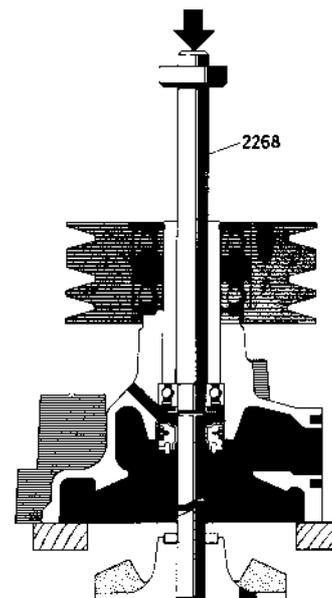

Fig. 89. Démontage de la turbine, des roulements et de la bague d'étanchéité.
3. Poser la pompe comme indiqué sur la figure 89 et, en se servant du mandrin 2268, extraire la turbine, la bague d'étanchéité, la déflectrice et le roulement arrière d'un seul bloc.